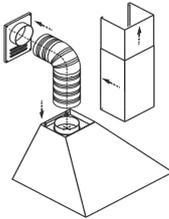
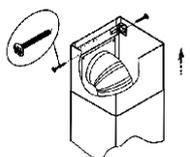

рис. 7
рис. 9
6.3 В зависимости от режима эксплуатации кухонной вытяжки соедините вентилятор с вентиляционной решеткой полужестким гофрированным воздуховодом (рис. 7) или установите на вентилятор угольные фильтры.
6.4 Установите фальштрубы (рис. 7). Выдвиньте верхнюю фальштрубу, оденьте ее на кронштейн (рис. 9) и закрепите самонарезающими винтами.